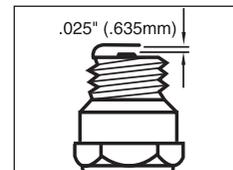

Fig. 18
1. Espace de la bougie = .025" (.635mm) (Fig. 18).